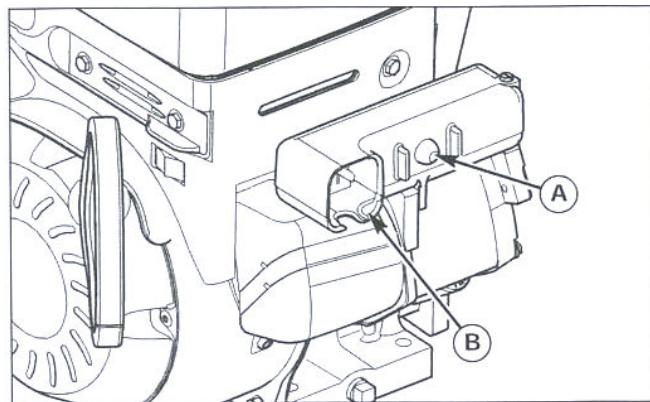

Рис. 6. Электростартер
- Запуск электростартером: Нажмите кнопку стартера (A, рис. 6) для пуска двигателя. После запуска двигателя, сначала отсоедините удлинитель от розетки, а затем выньте его из разъема на двигателе (B).